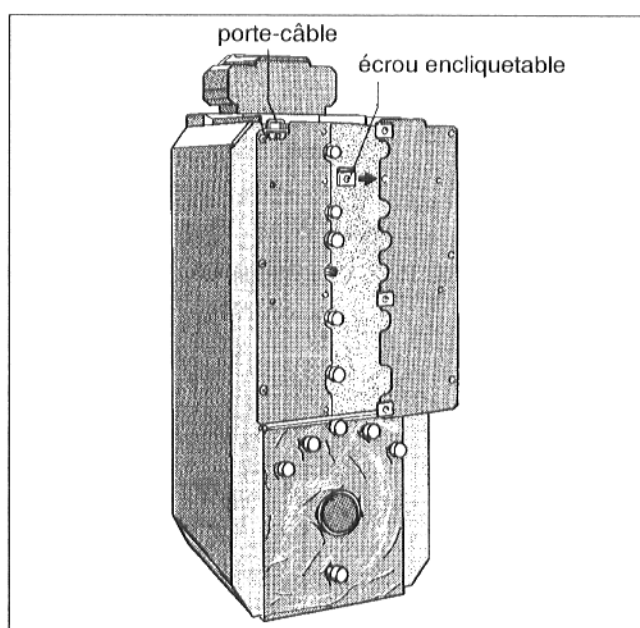

Fig. 19
- Introduire 4 écrous encliquetables dans les perforations de l'un des côtés du panneau arrière (flèche – Fig. 19).
- Visser les 2 côtés du panneau arrière d'habillage du préparateur sur les rebords des panneaux latéraux droit et gauche à l'aide de 2 vis Parker (Fig. 19).
- Visser les 2 côtés du panneau arrière au milieu à l'aide de vis Parker et des écrous encliquetables (Fig. 19).
- Visser le porte-câble, à droite ou à gauche, sur le panneau arrière du préparateur à l'aide d'une vis Parker (Fig. 19).